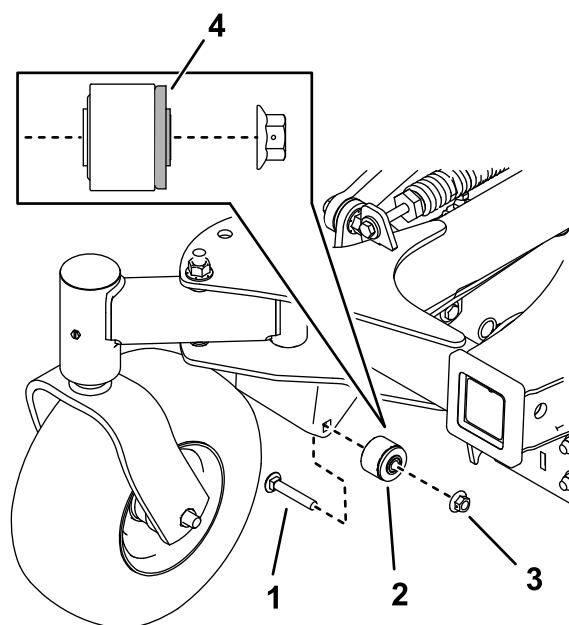

Figure 12
- Avec un boulon de carrosserie (3/8 x 2 1/4 po) et un écrou (3/8 po), installez les bagues sur la machine (Figure 12). Serrez le boulon à un couple de 37 à 45 N·m (27 à 33 pi-lb).
Remarque: La bride en caoutchouc de la bague doit être tournée vers l'intérieur de la machine, comme montré à la Figure 12.